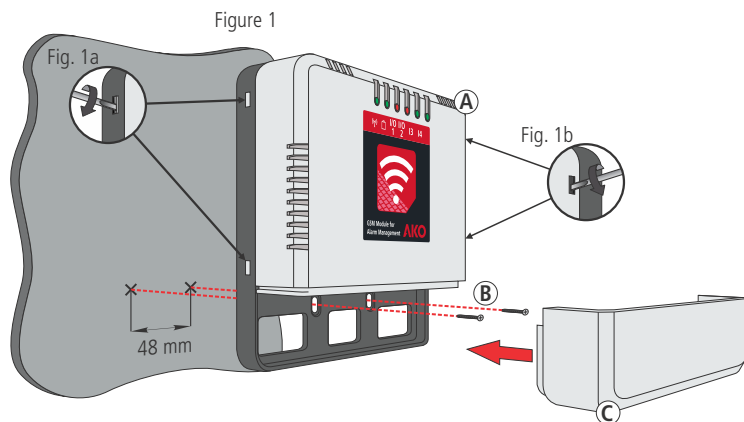

Figure 2
- Ouvrir le couvercle de la carte SIM de la partie postérieure de l'équipement et installer la carte SIM (fig. 2). **N'oubliez pas de désactiver le PIN.**